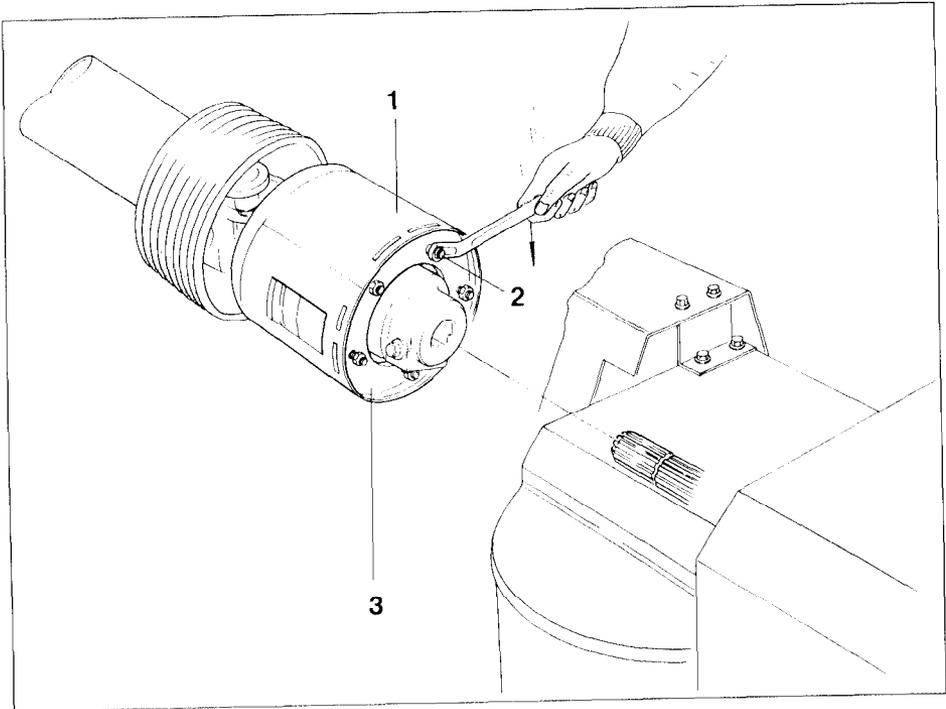

Fig. 14.13
Die Reibkupplung (Fig. 14.13/1) ist werksseitig so eingestellt, daß sie bei einem Drehmoment von 1550 Nm anspricht. Beim Überschreiten dieses Drehmomentes wird die Kraftübertragung von der Schlepperzapfwelle auf die Kreiselegge unterbrochen. Das Drehmoment läßt sich verändern. Spricht die Reibkupplung z.B. bei sehr steinigten Böden zu häufig an, kann das Drehmoment erhöht werden. Spricht die Reibkupplung nur sehr selten an, kann das Drehmoment gesenkt werden.
- Alle Skt.-Mutter (Fig. 14.13/2) bis zum Anschlag anziehen.
- Alle Skt.-Mutter (Fig. 14.13/2) wieder so weit zurückdrehen, bis ca. 5 mm Luft zwischen den Muttern und der Scheibe (Fig. 14.13/3) ist.